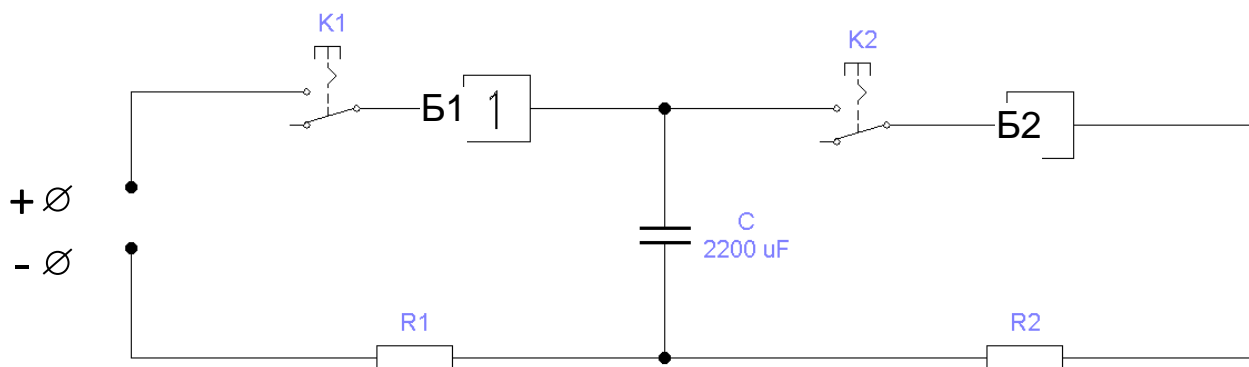

Рисунок 1.
1. Подключите в схему цепи (рис.1) два блока светодиодов Б1 и Б2, представленных на рисунке 2, и дополните схему цепи элементами, которые необходимы для двух режимов работы: